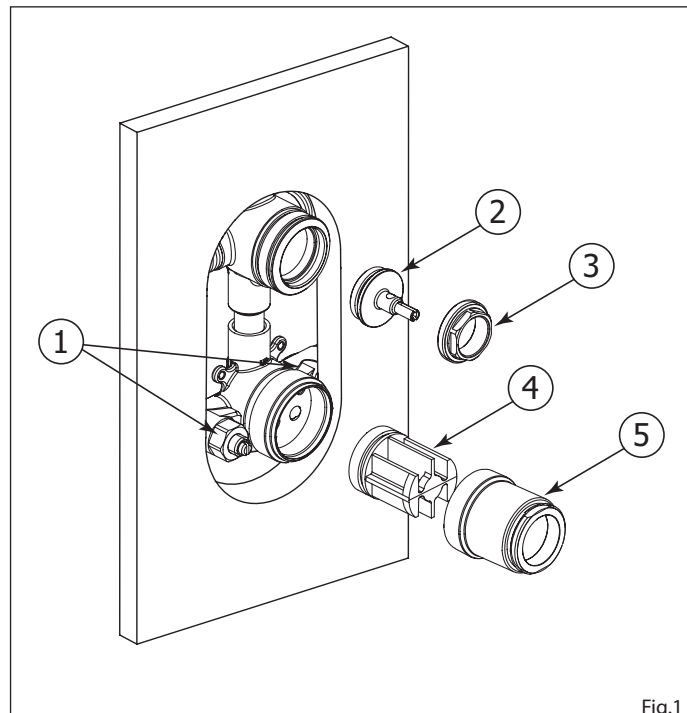

Fig.1
First, shut off the 2 check-valves (1), afterwards, unscrew the cartridge holder (5), the large nut (3) and remove the protective plugs (2 & 4) (see Fig.1).
Premièrement, fermer les 2 valves d'arrêts (1), dévisser ensuite le manchon de valve (5), l'écrou (3) et retirer le capuchon protecteur (2 & 4) (Voir Fig.1).